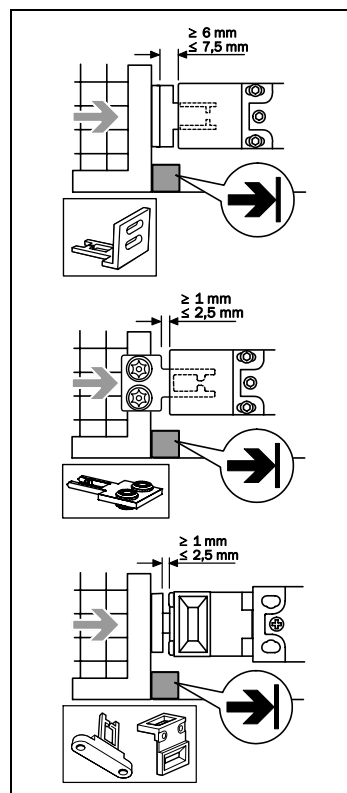

Fig. 2 : Montage de l'actionneur et de l'interrupteur de sécurité
⚠ L'interrupteur de sécurité et l'actionneur ne doivent pas servir de butée, voir Fig. 2.
- Mettre en place les butées nécessaires pour les parties mobiles des protecteurs (voir Fig. 2).
- Prendre garde à la profondeur de pénétration de l'actionneur (voir Fig. 2).